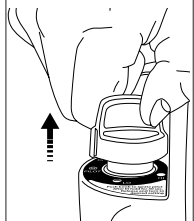

Figura 5: Botón de verificación lanzado
- Después de encender la luz de la noche, mantenga presionado el botón durante 30 a 60 segundos, luego suelte el botón. La perilla debe volver a la posición completamente extendida, ver Figura 5. Para operar el radiador, presione ligeramente la perilla y gire suavemente para bloquear la posición "HI" para encender la loseta del quemador. Deje la posición "HI" hasta que el azeulote del quemador se vuelva naranja brillante.
- Después de encender la luz de la noche, mantenga presionado el botón durante 30 a 60 segundos, luego suelte el botón. La perilla debe volver a la posición completamente extendida, ver Figura 5. Para operar el radiador,